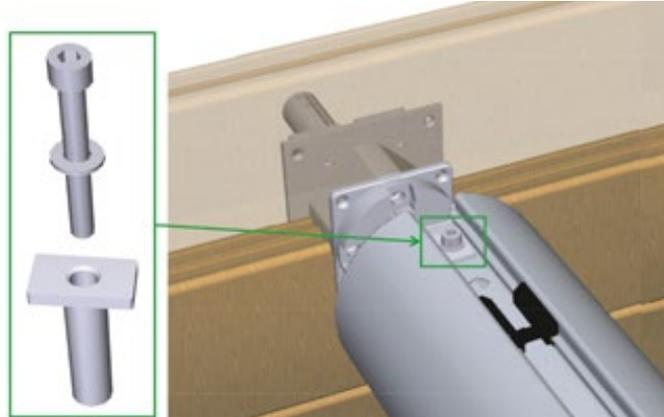

Figure 41 – Verrouillage de l'arbre dans l'axe de couverture automatique
Verrouillez l'arbre dans l'axe (*Figure 41*) à l'aide d'une canule en plastique, d'une rondelle de 8 mm de diamètre et d'une vis à tête cylindrique à 6 pans 8 × 65 en inox A4 (fournies avec l'axe de couverture automatique).
**! Les rondelles en caoutchouc (4) sont indispensables à l'étanchéité du bassin.**
Montez les deux équerres de support de parois de séparation (12) sur les platines (5) par le biais de quatre écrous (14) et quatre rondelles (13) de diamètre 8 mm en inox A4. Veillez à ce que les avancées sur lesquelles sont présents les trous oblongs sur les équerres (12) soient situées du côté opposé au skimmer et à l'axe de couverture automatique (voir zoom sur les équerres de support de parois de séparation (12) à la figure 41).